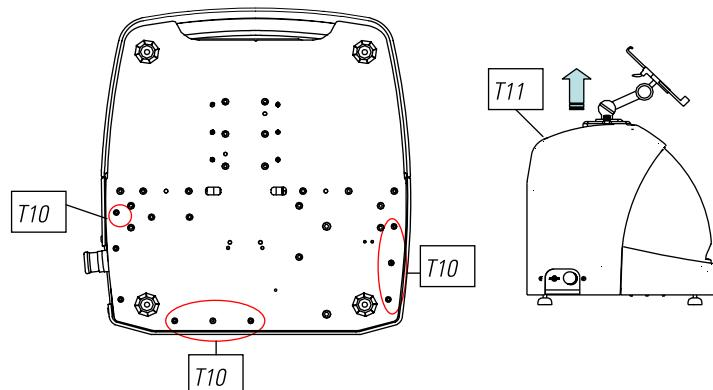

FIG. 28
- 3) Die 7 Schrauben (T10) mit einem 3 mm-Inbusschlüssel lösen 3. (Abb. 28).